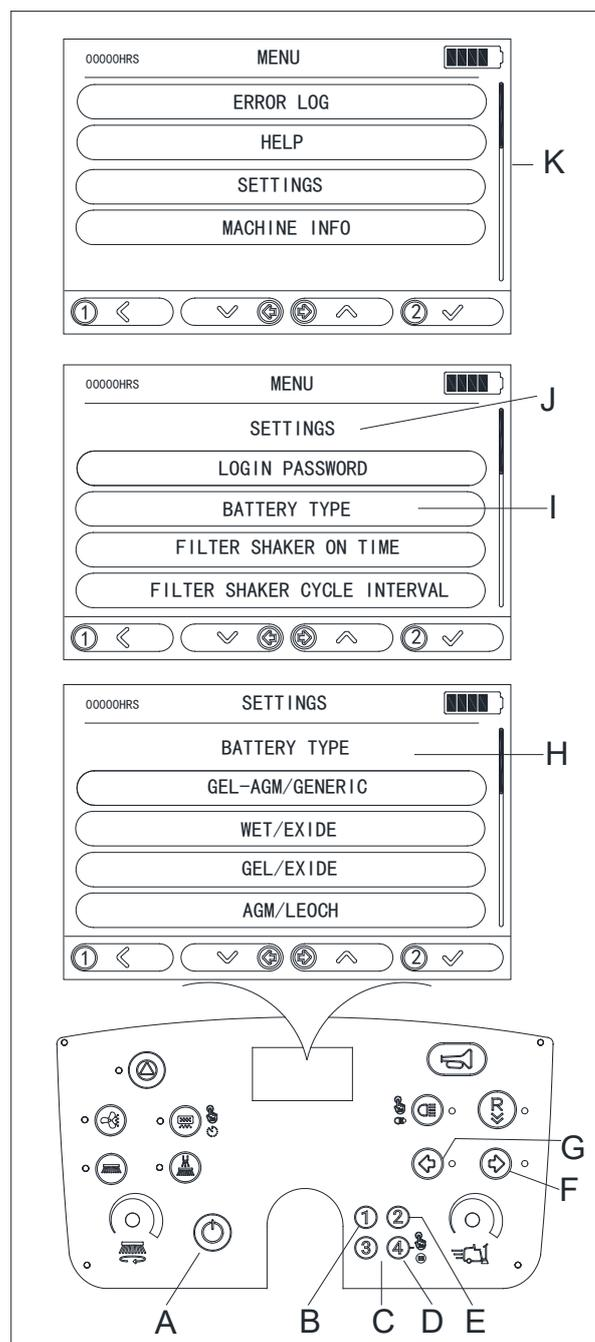

Figura 6
1. Premere il pulsante di accensione (A, Figura 6).
2. Utilizzare il tastierino a 4 cifre (C, Figura 6) per inserire la password. La password predefinita è 1234.
3. Dopo aver effettuato correttamente l'accesso, tenere premuto il pulsante ④ (D, Figura 6) per 2 secondi per accedere all'interfaccia del MENU (K, Figura 6).
4. Nell'interfaccia del MENU, premere il pulsante ① (B, Figura 6) per tornare al menu precedente, premere il pulsante freccia sinistra (G, Figura 6) per scorrere verso il basso, premere il pulsante freccia destra (F, Figura 6) per scorrere verso l'alto, selezionare "IMPOSTAZIONI", quindi premere il pulsante ② (E, Figura 6) per confermare la selezione ed entrare nell'interfaccia delle impostazioni (J, Figura 6).
5. Nell'interfaccia IMPOSTAZIONI (J, Figura 6), selezionare (I, Figura 6) TIPO DI BATTERIE per accedere all'interfaccia delle impostazioni per TIPO DI BATTERIE (H, Figura 6).
6. Premere il pulsante freccia sinistra (G, Figura 6) per scorrere verso il basso, premere il pulsante freccia destra (F, Figura 6) per scorrere verso l'alto, scegliere il tipo di batteria in base alle batterie installate, quindi premere il pulsante ② (E, Figura 6) per aggiornare la modifica.